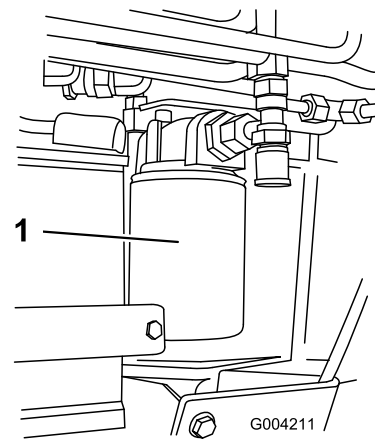

Figure 61
4. Placez un bac de vidange sous le filtre (Figure 61).
5. Enlevez le filtre à huile usagé (Figure 61) et essuyez la surface du joint de l'adaptateur.
7. Montez le filtre de rechange sur l'adaptateur (Figure 61). Tournez le filtre dans le sens horaire jusqu'à ce que le joint rejoigne l'adaptateur, puis donnez 3/4 de tour supplémentaire.